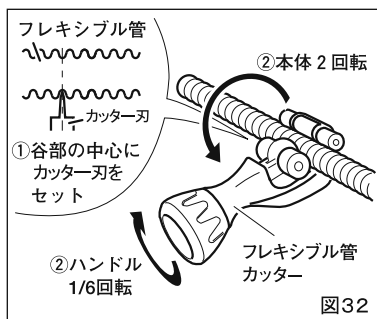

図32
(2) 加工するパイプの切断 (図32,33)
- ①フレキシブル管カッターの刃を切断する管の谷部の中心に合わせます。
- ②フレキシブル管カッターのハンドルを回して、刃をゆっくりと送り込みながら切断します。
- ③切断面の変形、バリがないことを確認してください。